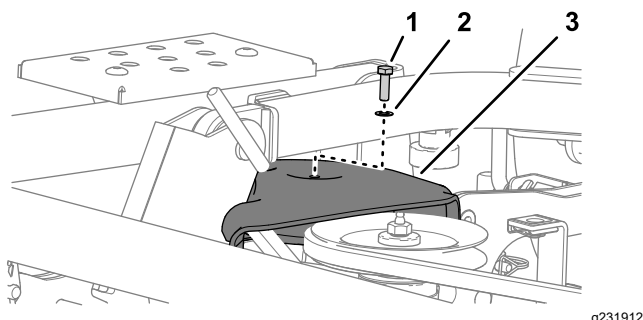

Figura 117
2. Îndepărtați urubul și aiba care fixează capacul fuliei pe puntea mainii de tuns iarba (Figura 117).
1. Aliniați capacul fuliei pe fulia din dreapta; consultați Figura 117 din Îndepărtarea capacului fuliei \(Pagină 85\).